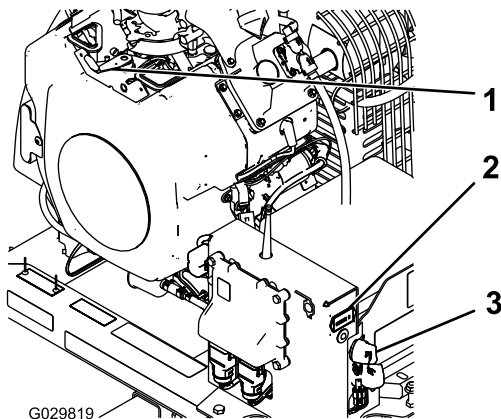

Figura 14
2. Gire la llave de contacto a la posición de ARRANQUE (Figura 14).
3. Si va a abandonar la máquina, gire la llave a la posición de DESCONECTADO y retírela del interruptor de encendido (Figura 14).